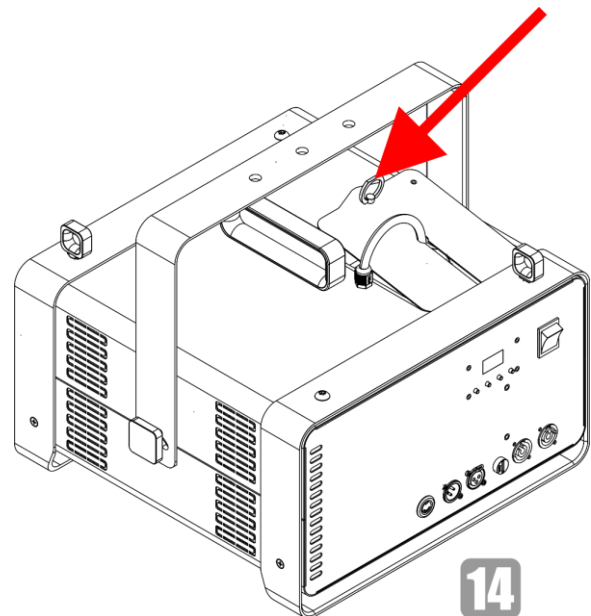

Fig. 20
- 14) Cierre la tapa de servicio como se indica en la Fig. 20.